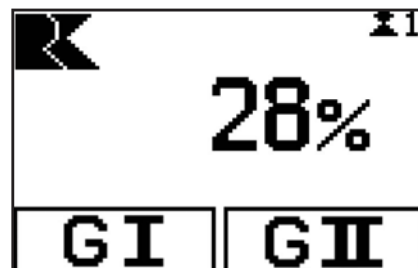

Abbildung 49 - Modus „Antriebsgruppenmanagement“
- Antriebsgruppenmanagement (Abbildung 49)
⇒ Das Display wechselt in den Modus „Antriebsgruppenmanagement“ (Abbildung 49).